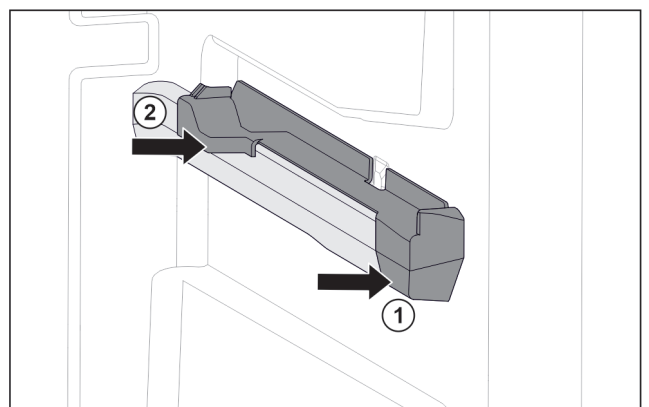

Fig. 115 Élément emboîtable sur la nervure de récipient droite
- ▶ Poser le devant de l'élément emboîtable contre la nervure de récipient. Fig. 115 (1)
- ▶ Enfoncez l'arrière de l'élément emboîtable. Fig. 115 (2)